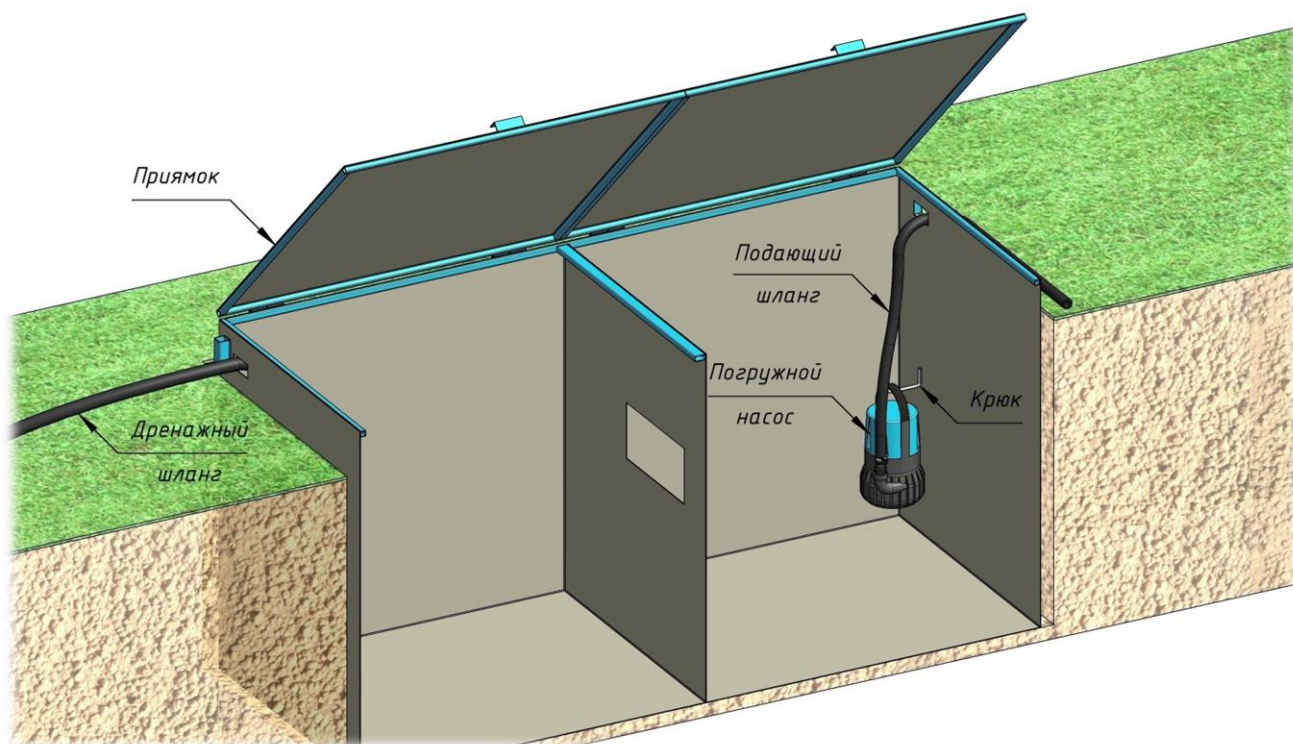

Рисунок 9
- с другой стороны подвешивается погружной насос на крюк, расположенный на стенке приямок. Погружной насос соединяется с ПМК с помощью подающего шланга (смотри рис. 9);